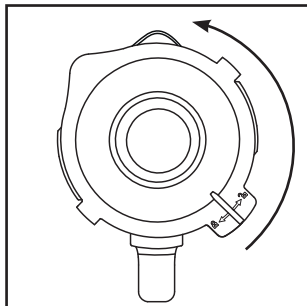

Fig. 1
- 2) Remova a tampa **2**, rodando-a para a esquerda na direção da posição  (ver fig. 1), até a conseguir puxar para cima.